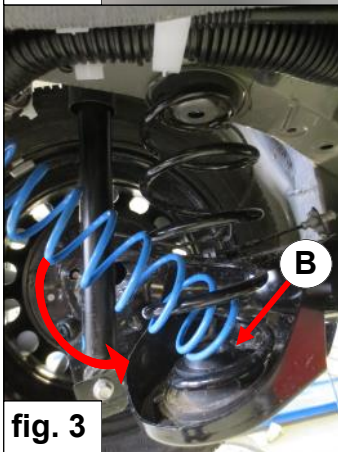

fig. 3
3. Plaats veerschotel **B**. Breng de hulpveer **C** met een kanten beweging in de hoofdveer. Zie fig. 3.